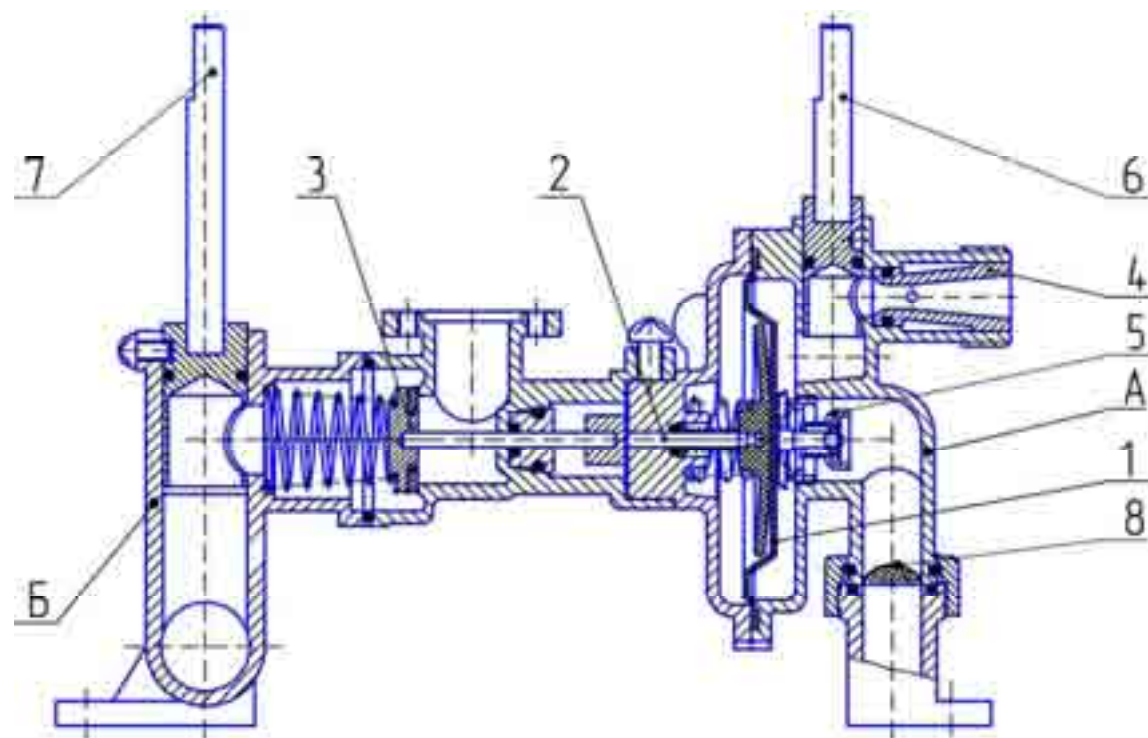

Рисунок 2 Блок водогазовый
2.4.3 Подключение электронного блока 15 к батарейному отсеку 14 осуществляется при помощи микровыключателя 18, срабатывающего при проток воды через водяной регулятор 1 (см. рис. 2)
Водогазовый блок (рис.2), представляет собой единый блок и состоит из двух регуляторов:- водяного А и газового Б.